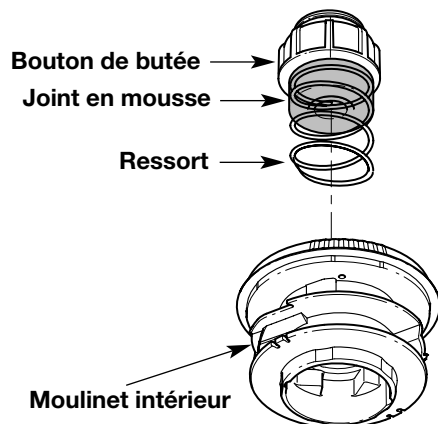

Fig. 20
1. Retirez le bouton de butée, le ressort et le joint en mousse en tournant le bouton de butée à gauche (Fig. 20).
2. Tirez le bouton de butée, le ressort et le joint en mousse (Fig. 20).
7. Placez le bouton de butée, le ressort et le joint en mousse dans la bobine extérieure (Fig. 20).